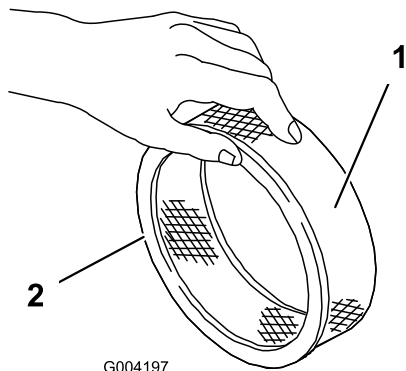

図 41
- ペーパーフィルタに汚れや油汚れ、ゴムシールの傷がないか点検する(図 41)。
- ペーパーエレメントにスポンジエレメントを注意深く取りつける(図 41)。